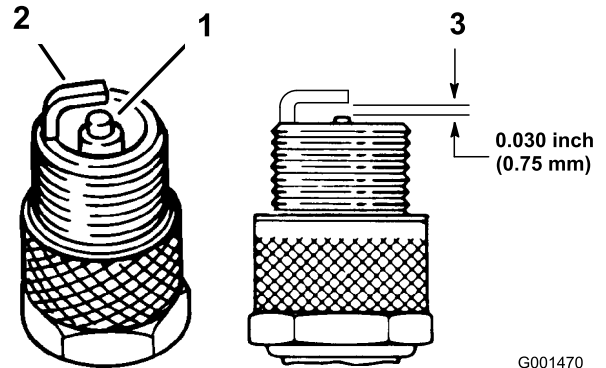

Figura 22
1. Mire la parte central de las bujías (Figura 22). Si se observa un color gris o marrón claro en el aislante, el motor está funcionando correctamente. Si el aislante aparece de color negro, significa que el limpiador de aire está sucio.
2. Compruebe la separación entre los electrodos central y lateral (Figura 22). Si la distancia no es correcta, doble el electrodo lateral (Figura 22).
3. Conecte los cables a las bujías (Figura 22).